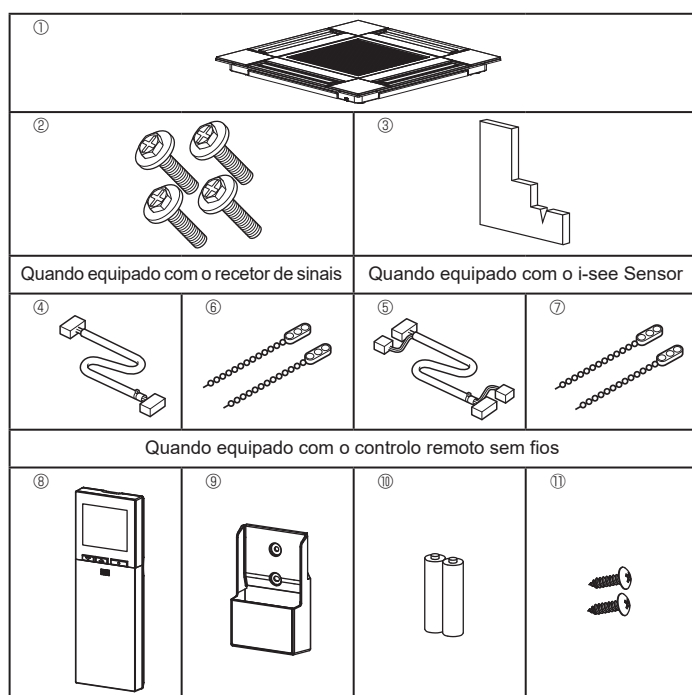

Fig. 10-1
10.1. Verificação dos acessórios da grelha (Fig. 10-1)